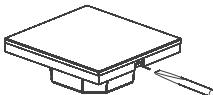

Рисунок 1. Отсоединение панели от корпуса.
3.3. Аккуратно отделите лицевую панель от корпуса при помощи отвертки (рисунок 1).